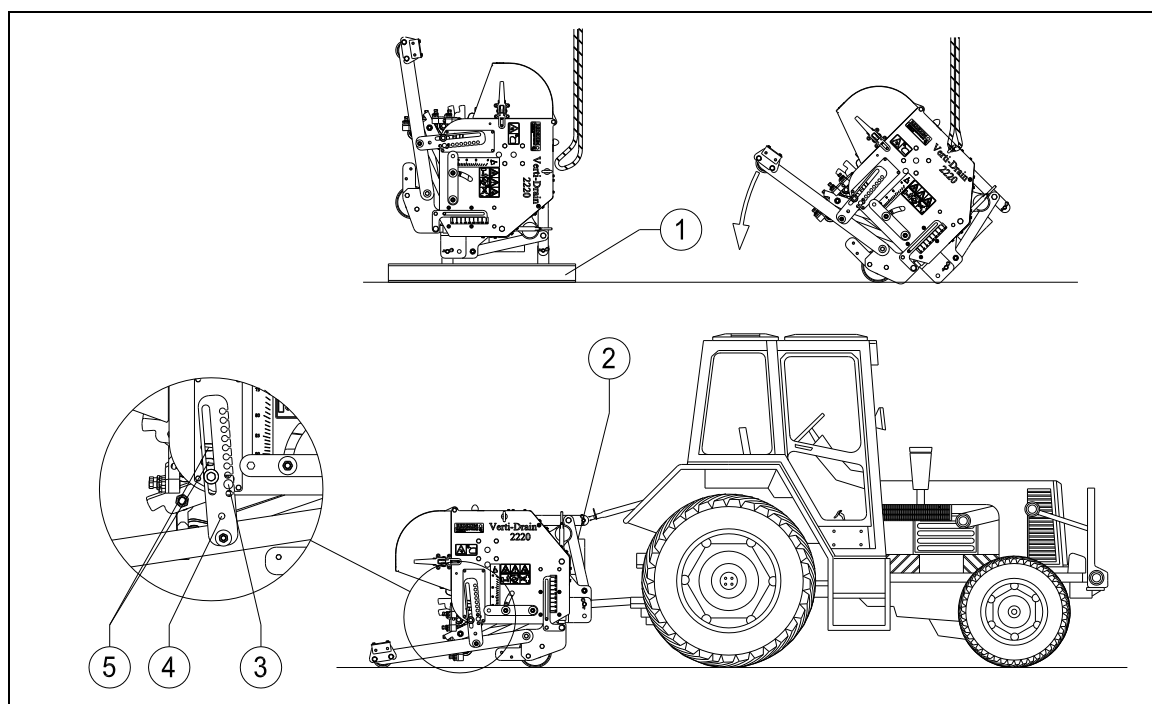
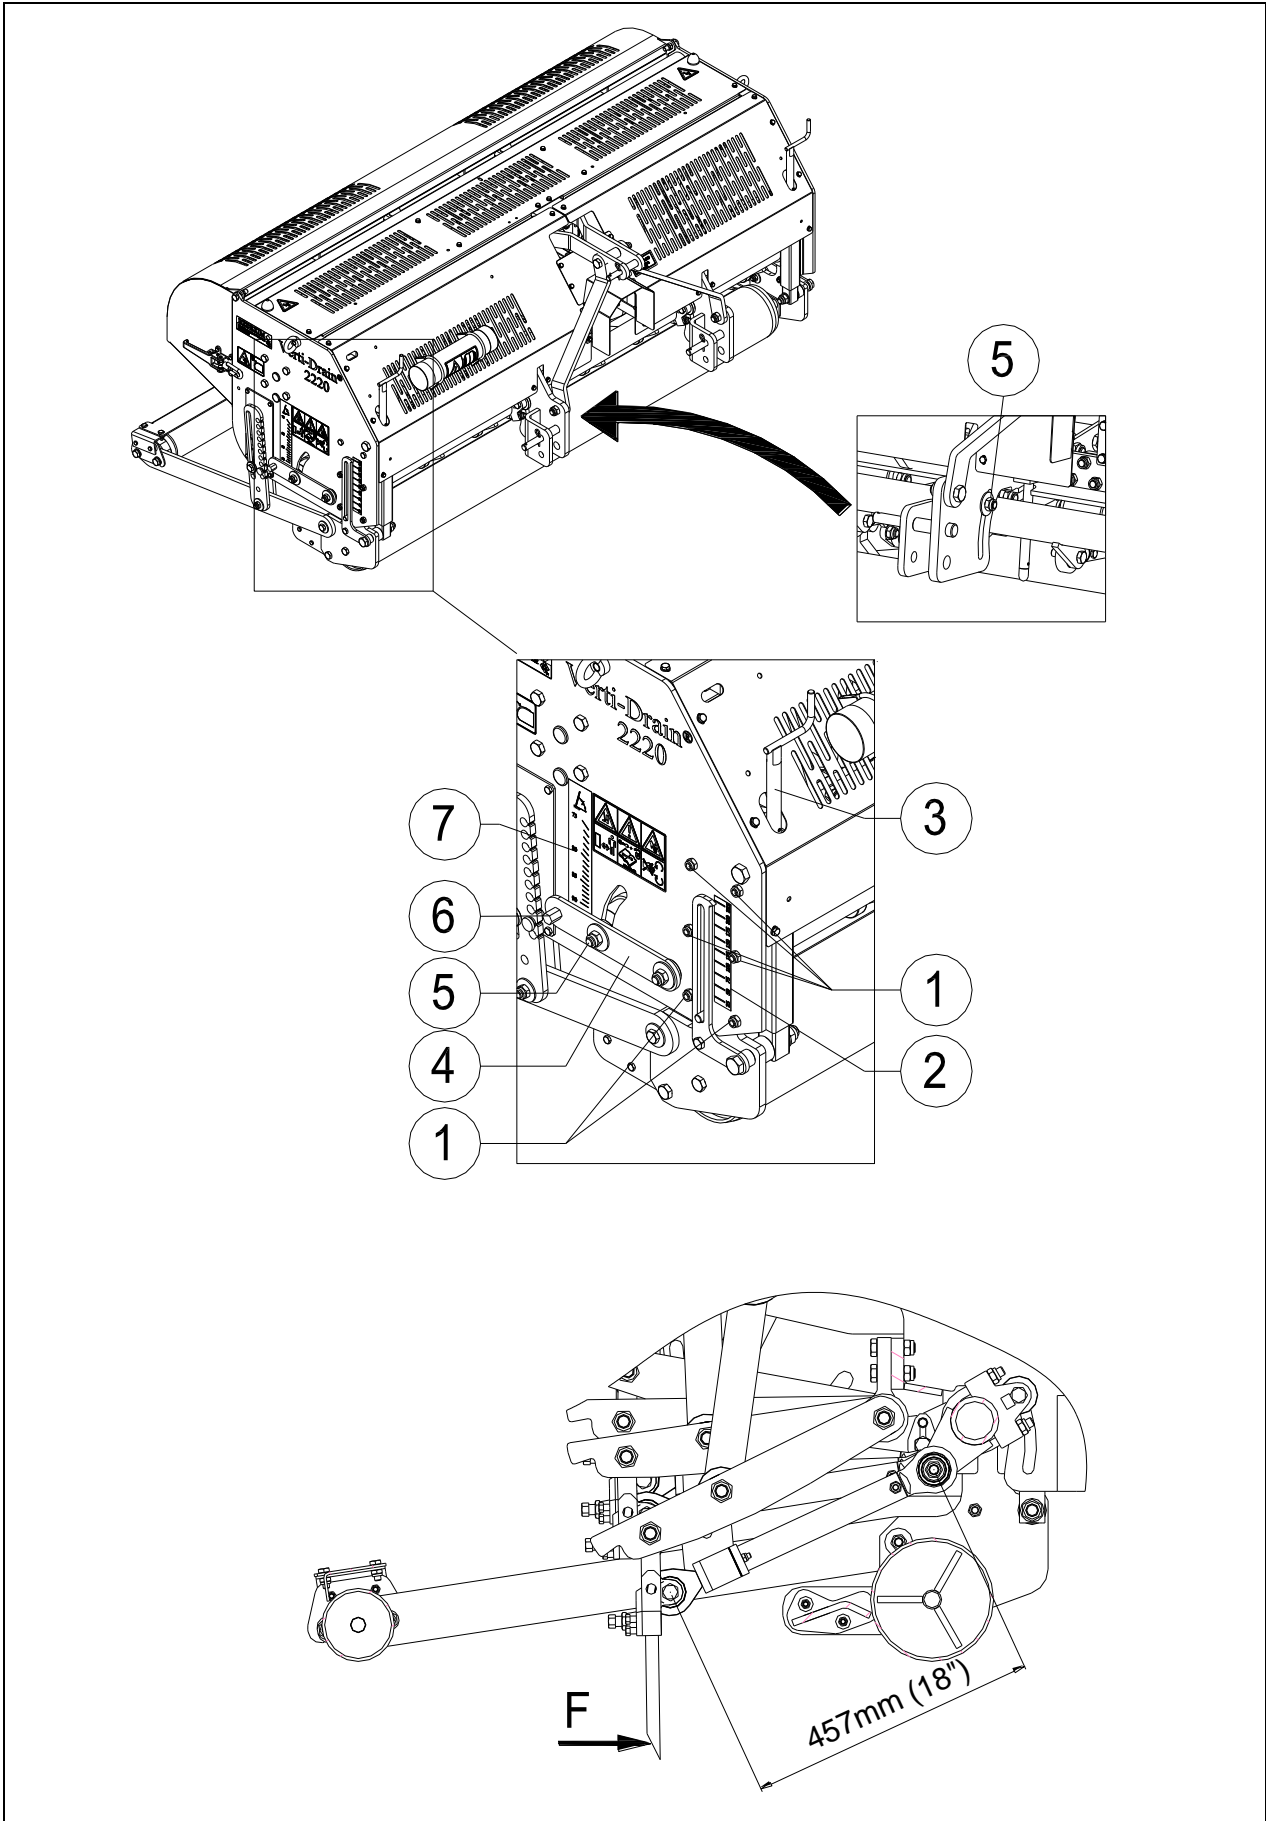

Fig. 8
Fig. 10
A máquina encontra-se colocada na vertical sobre a palete. De forma a remover a palete e para colocá-la na horizontal sobre o chão, actue da seguinte forma (ver fig. 8):
-  De forma a evitar uma curvatura demasiado grande do rolo traseiro aquando de uma fixação pouco profunda, o rolo traseiro pode ser bloqueado mais cedo através da fixação de um pino de segurança (3) (fig. 8) num dos orifícios (5).
Todos os pinos podem ser ajustados em simultâneo com as alavancas 4 num dos lados da máquina, ver fig. 10. Proceda à elevação da máquina acima do chão e desaperte a porca (5) de ambos os lados da máquina. Ajuste o ângulo através da colocação da chave tubular incluída no sextavado (6) da alavanca (4). O ângulo pode ser lido no indicador (7). A seguir, retire a chave tubular fornecida e volte a apertar a porca de bloqueio (5).
-  Aos 90 graus, os pinos apenas assumem uma trajectória descendente até ao chão caso a máquina seja correctamente instalada, ver fig. 8. Caso esta não esta correctamente instalada, uma força C (ver fig. 10) poderá provocar danos na máquina.
- ⚠ **Quando o Verti-Drain® não for correctamente montado atrás do tractor (ver fig. 8), diferentes ângulos do PTO podem provocar vibrações na correia de transmissão da máquina. Estas vibrações podem danificar a máquina e os orifícios do terreno.**